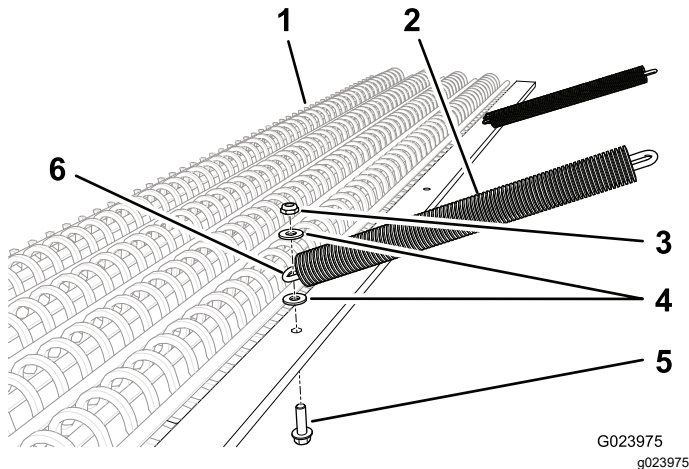

Figura 2
1. Fate scorrere un manicotto su ogni catena (Figura 2).
3. Fissate la catena alla rete livellatrice con un bullone (3/8 x 1-1/4 poll.), 2 rondelle e un dado di bloccaggio, come mostrato in Figura 2.